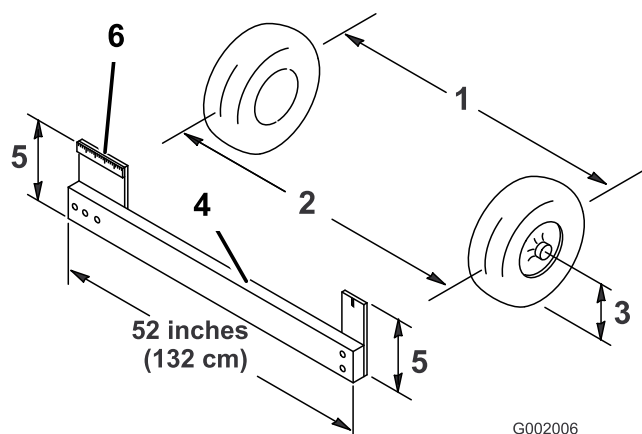

Figura 57
4. Meça a distância entre os pneus dianteiros à altura do eixo na zona dianteira e traseira dos pneus dianteiros (Figura 57). É preciso um objecto imóvel ou um medidor de alinhamento para a medição traseira dos pneus dianteiros à altura do eixo. Utilize o mesmo objecto ou medidor de alinhamento para obter uma medição precisa da dianteira dos pneus dianteiros à altura do eixo (Figura 57).